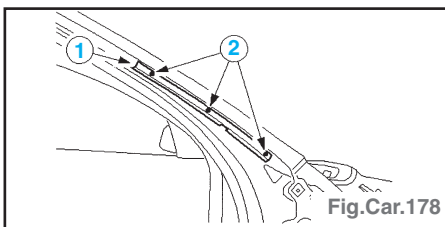

Fig.Car.178
- Tôle de support de bourrelet d'étanchéité (Fig.Car.178) :
- ligne de coupe (1),
- fraiser les points de soudure (2).
- Souder en cordon continu sous gaz protecteur (1) et par bouchonnage (2) (Fig.Car.178).